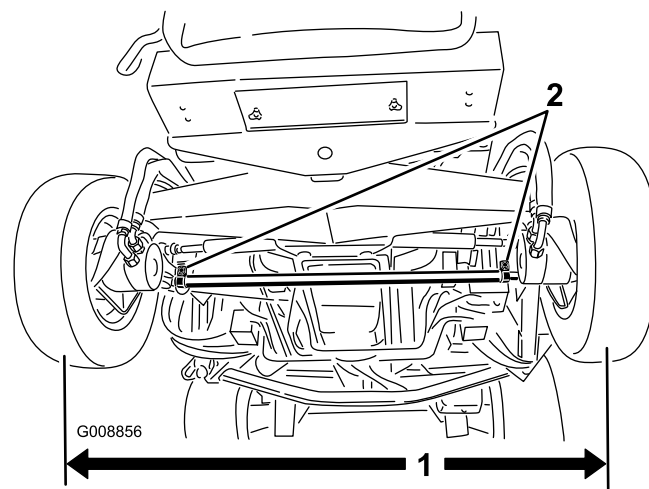

図 77
1. 後輪の前と後ろで、左右のタイヤの中央線間距離を測る (アクスルの高さ位置で計測) (図 77)。前での測定値が、後ろでの測定値より小さく、その差が 3mm を超えなければ合格とする。
2. 調整は、まずタイロッド両端のクランプをゆるめる (図 77)。